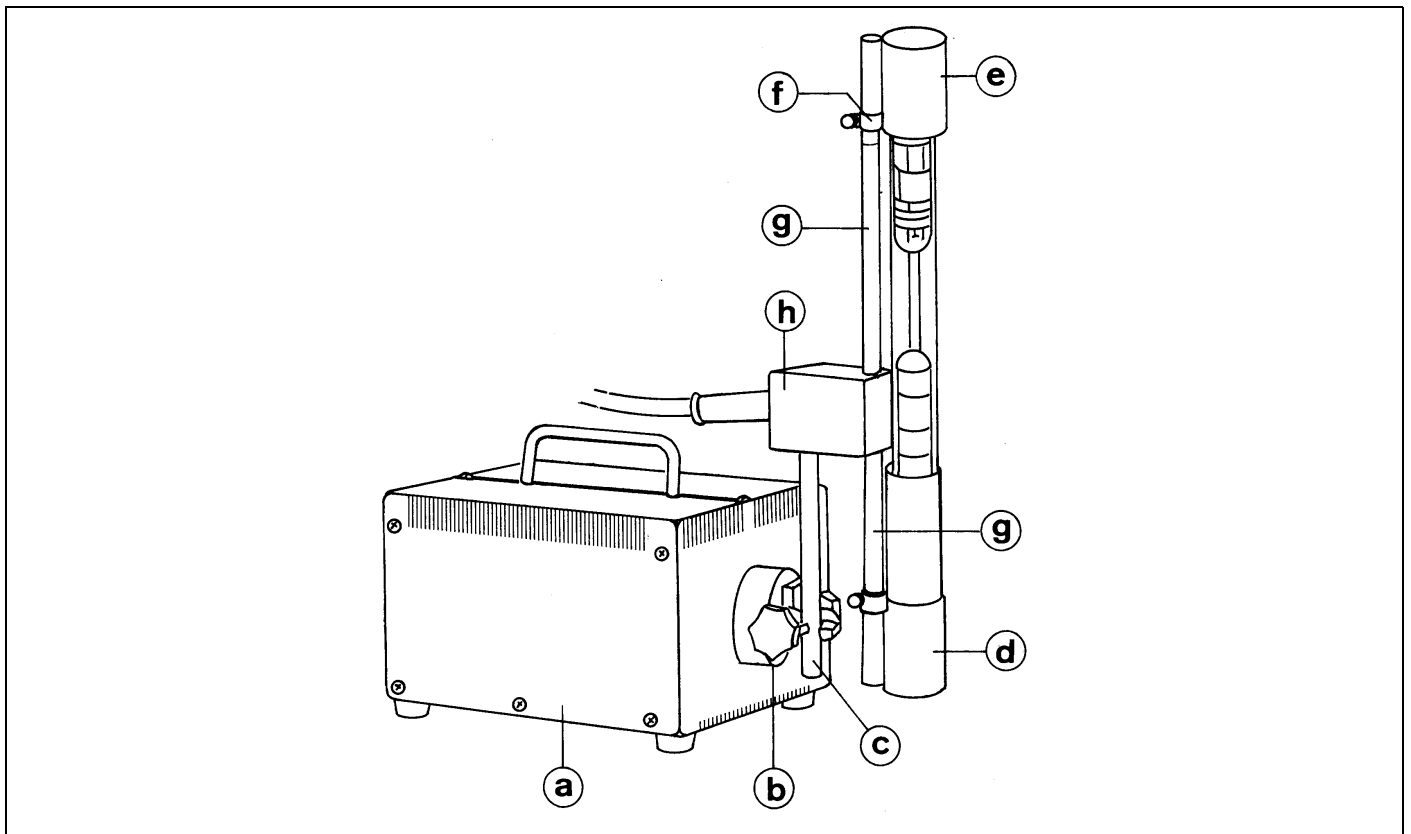

Fig. 3
Das auf der Gehäuse-Rückseite herausgeführte Hochspannungskabel endet an einem Verteilerkästchen (h) (s. Fig. 3). Die an dem Verteilerkästchen befestigten Rohre (g) erfüllen zwei Aufgaben:
The high-voltage cable from the rear of the power supply unit ends at a distributor box (h) (see fig. 3). The tubes (g) fitted to the distributor box are used for two purposes:
3.1 Einbau der Balmer-Lampe (s. Fig. 3)
3.1 Preparing the Balmer lamp (see fig. 3)